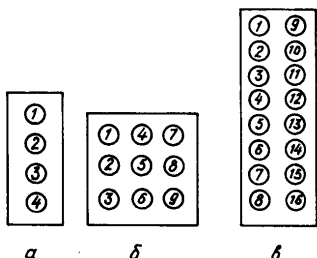

Рис. 4. Нумерация мест расположения встраиваемых аппаратов
- соблюдать нумерацию мест расположения встраиваемых аппаратов согласно рис. 4: